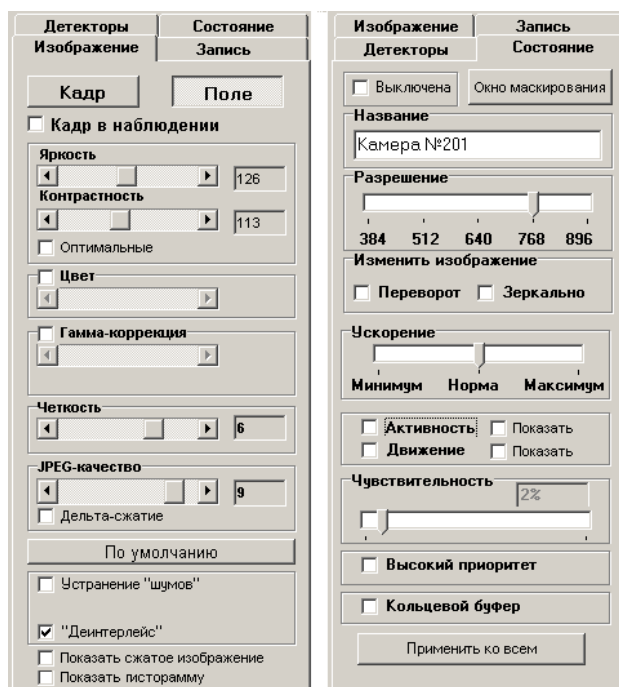

Рис.1.6. «Состояние закладок Изображение и Состояние для корректной работы **CVS Авто**».
1. В программе **CVSCenter** установить значения параметров для камеры распознавания (рис.1.6):